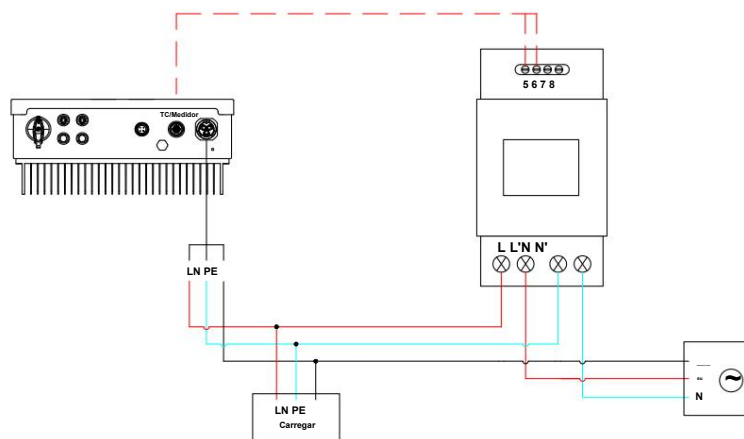
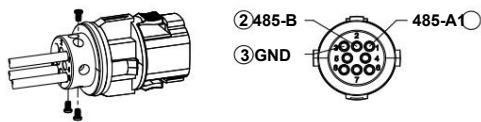

FIG.2 Diagrama de conexão elétrica e de sinal
FIG.5 Posições dos pinos do conector
3.2.2 Fiação do cabo de sinal no medidor (conforme FIG.2 e FIG.5 para conectar o medidor)
Conecte os cabos elétricos conforme FIG.2 e folha seguinte. Mais informações detalhadas, consulte o manual do usuário do inversor.